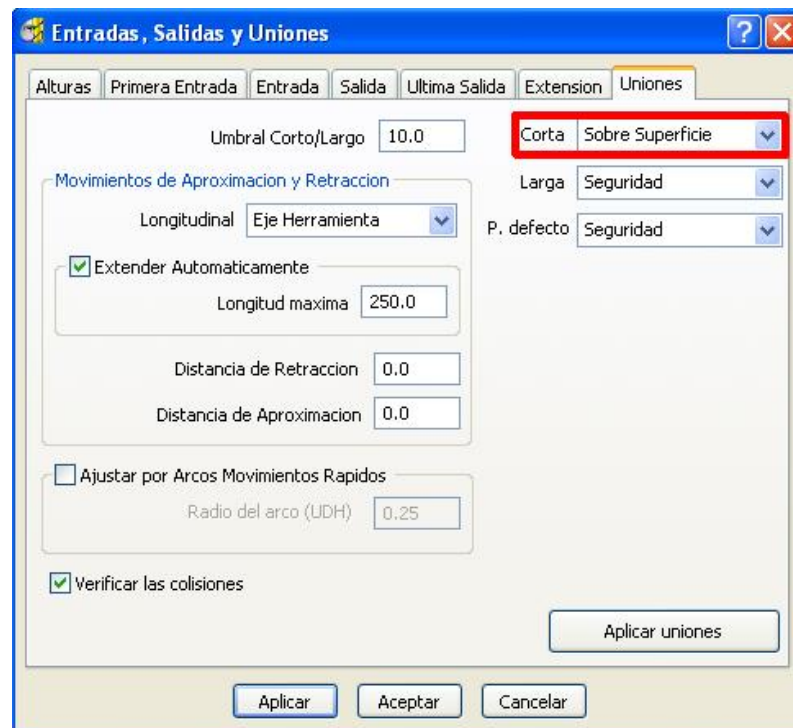

Figura 2.187 Definir los movimientos de unión.
- Seleccionar la pestaña Uniones para definir cómo realizar los movimientos de unión entre los movimientos de corte en la trayectoria. En el campo Corta, seleccionar Sobre Superficie desde la lista desplegable para definir los tipos de movimientos de unión utilizados para conectar las pasadas adyacentes (Figura 2.187).